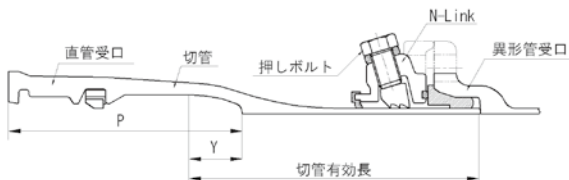

図66 N-Linkを用いた切管有効長
- (1) 切管する位置全周に“ケガキ線”を入れる。図66に切管有効長を示す。